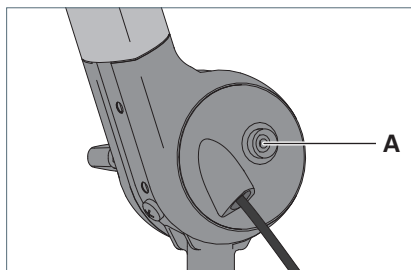

Fig. 7: Pulsante per cavo di messa a terra.
- ▶ Inserire un'estremità del cavo di messa a terra in dotazione sul pulsante **A** dell'apparecchio d'illuminazione, vedi Fig. 7.